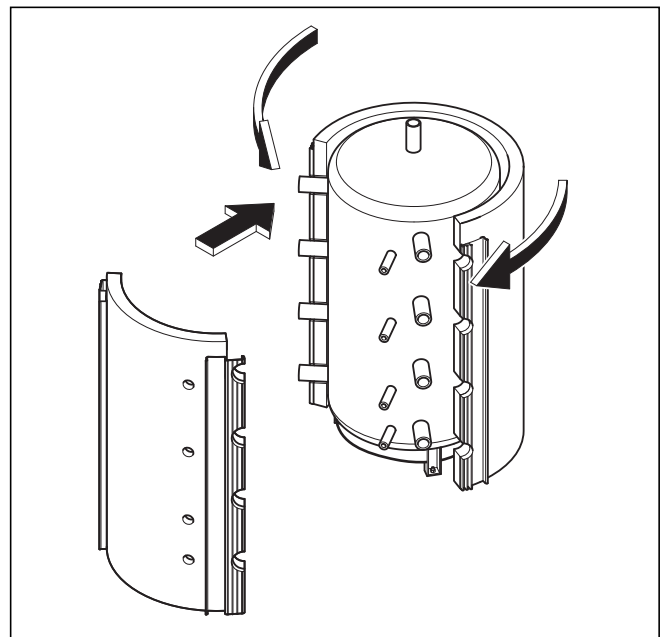

Abb. 4.8 Isolierschalen anbringen
- Wickeln Sie die große (vordere) Isolierschale, wie in Abb. 4.8 gezeigt, von vorne um den Pufferspeicher.